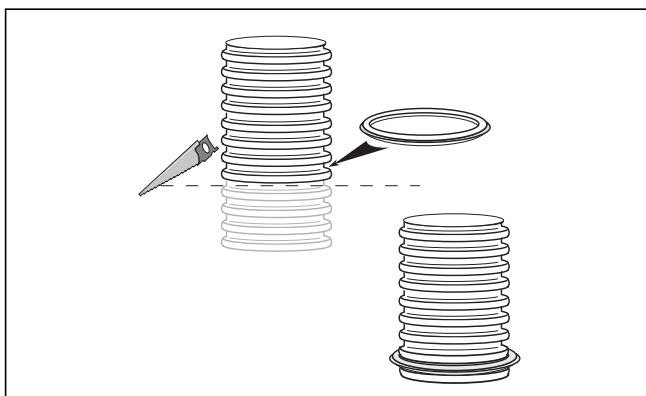

Рис. 6.37 Укорачивание гибкого выпускного газопровода и монтаж уплотнения
Сначала только приблизительно определите общую длину. Прибавка для безопасности в прямой шахте: минимум 50 см, при смещенной шахте: минимум 70 см на смещение. Укорачивайте гибкий выпускной газопровод (см. рис. 6.37) только в том случае, если закрепили его на устье шахты.
- Затем монтируйте уплотнение в самом нижнем неповрежденном желобке выпускного газопровода (см. рис. 6.37)